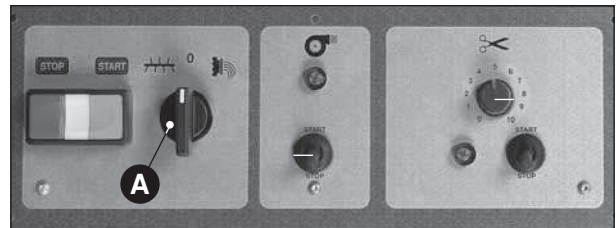

Abb. 32
Den Wählschalter in die Knetstellung  drehen (**Abb. 32 A**) und dann Folgendes kontrollieren:
- Daß die Drehungsrichtung des Mixers von der vorderen Seite der Maschine aus gesehen im Gegenuhrzeigersinn erfolgt, wenn der Schalter (**Abb. 32 B**) auf die Position "Mischen"  gedreht ist (auch die Förderschnecke dreht sich im Gegenuhrzeigersinn).
- Den Betrieb der Tasten und Kontrolllichter gemäß den wiedergegebenen Zeichen (**Abb. 32**);